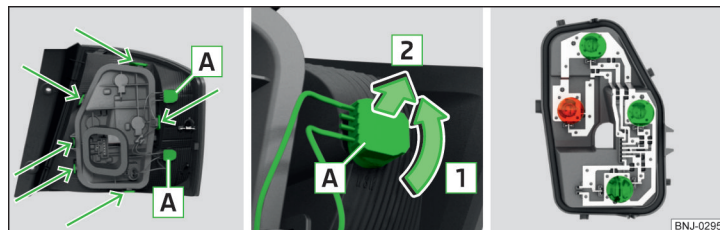

Fig. 307 Parte exterior de las luces/ extraer la bombilla/ soporte de luces
- Girar el portalámparas con la bombilla **A** en el sentido de la flecha **1** » fig. 307.
» fig. 307.
- Desbloquee el portalámparas en las áreas señaladas con las flechas » fig. 307 y extraiga el portalámparas de la luz.